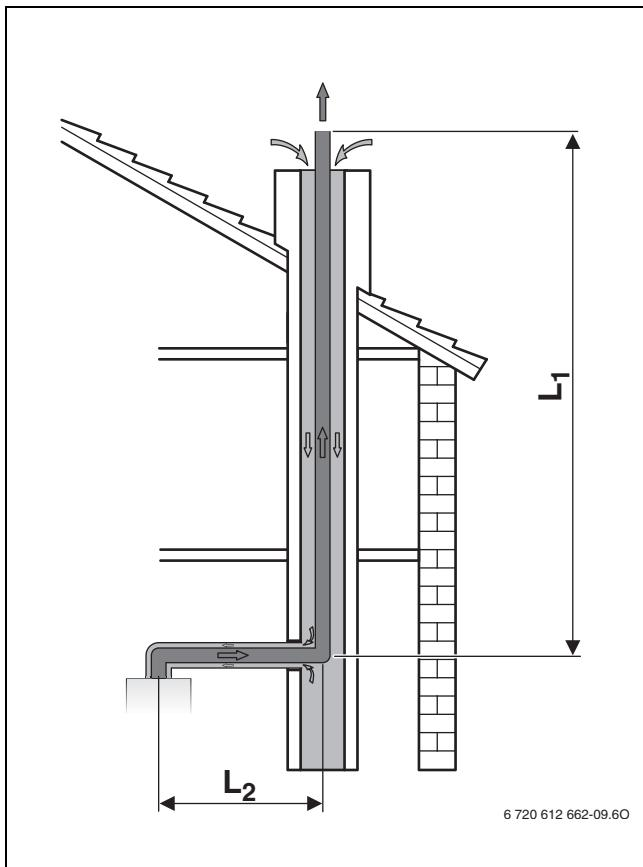

Рис. 11 Дымовая труба в шахте по С93
- Если воздух для горения проходит по шахте в противоположном к потоку дымовых газов направлении (→ рис. 11), шахту нужно чистить.